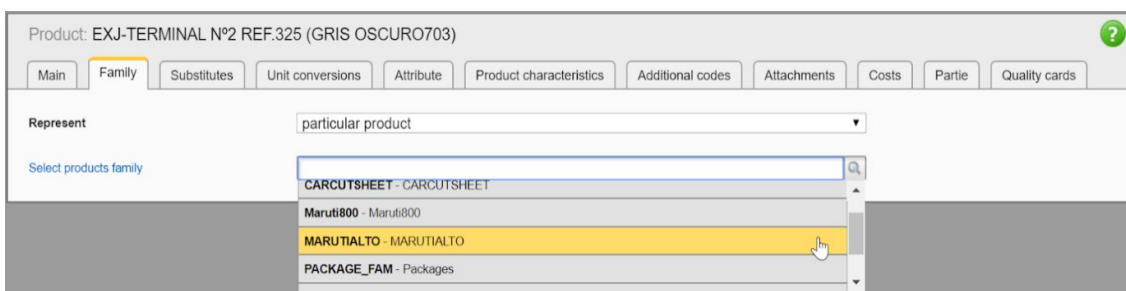

Figura 13. Familia de producto.
- **Family:** En esta pestaña se agrupan los productos en familias según el criterio propio del administrador. La familia deberá ser creada previamente para poder asociarla a un producto. Para crear una familia, deberá ir al módulo *Technology*. En la Figura 13 se muestra el desplegable de selección de una empresa existente.